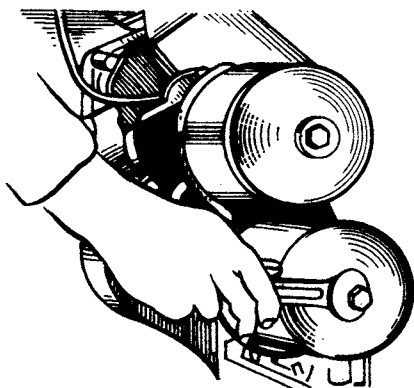

Рис. 52. Отвертывание болта крепления колпака масляного фильтра.
1. Отвернуть на 3—4 оборота болт крепления нижнего колпака фильтра (рис. 52) и слить масло в подставленную посуду.